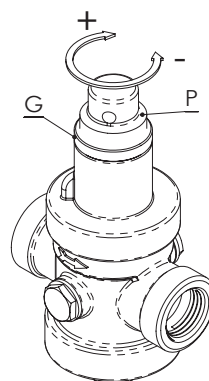

FIG. 3B
**Regolazione Art. T15C:** Per modificare la pressione in uscita è sufficiente allentare la ghiera (G) e ruotare il premi-molla P come illustrato in Fig. 3B; ruotando in senso orario la pressione in uscita aumenta, ruotando in senso antiorario la pressione in uscita si riduce. La corretta regolazione della pressione va fatta ad impianto chiuso.
**Regulation for type T15C:** to modify the outlet pressure, unscrew the ring (G) and turn the stem P as shown in Fig. 3B; by turning clockwise, the outlet pressure will increase, by turning anticlockwise, the outlet pressure will decrease. The correct regulation of the pressure has to be done while circuit is closed.